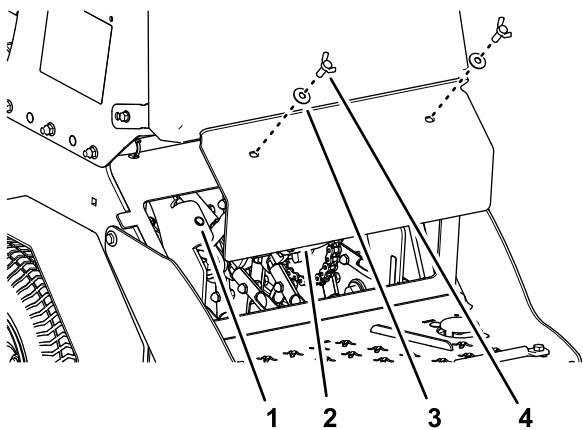

Figure 61
3. Retirez les 2 vis à oreilles ($\frac{3}{8}$ x 1 po) et les 2 rondelles ($\frac{3}{8}$ po) qui fixent le panneau arrière au châssis, et déposez le panneau (Figure 61).
6. Alignez les trous du panneau arrière et les trous du châssis (Figure 61).
7. Fixez le panneau au châssis au moyen des 2 vis à oreilles et des 2 rondelles (Figure 61) que vous avez retirées à l'opération 3; serrez les vis à un couple de 37 à 45 N·m (27 à 33 po-lb)